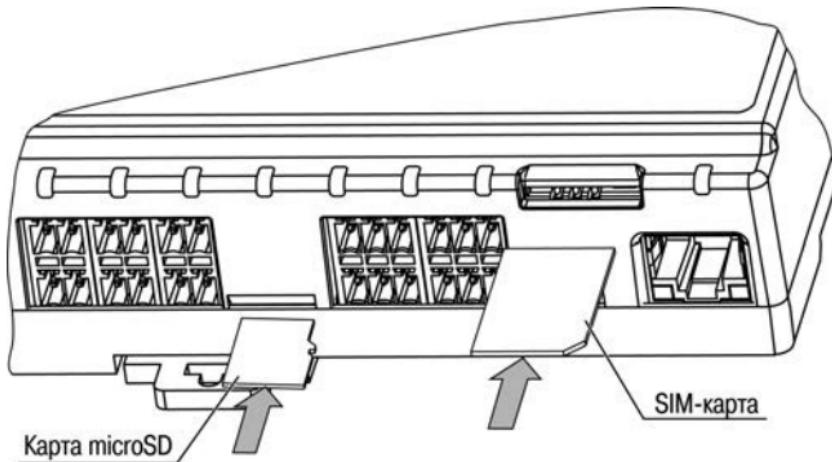

Рисунок 6.3 – Установка microSD и SIM-карты
6.2.6 Подключение microSD/microSDHC карты допускается, в том числе, и при включённом питании ПЛК. При этом необходимо программно предусмотреть приостановку работы с картой. Карта устанавливается контактами в сторону DIN-рейки (см. рисунок 6.3).
6.2.7 При использовании GSM/GPRS-модема необходима антенна, подсоединяемая к винтовому гнезду типа SMA. Антenna не входит в комплект поставки и приобретается отдельно. Установку/замену SIM-карты стоит производить при отключённом питании ПЛК323 и питании подключенных к нему устройств. SIM-карта устанавливается контактами в сторону DIN-рейки и скошенным уголком наружу (см. рисунок 6.3). Для извлечения SIM-карты рекомендуется воспользоваться пинцетом.